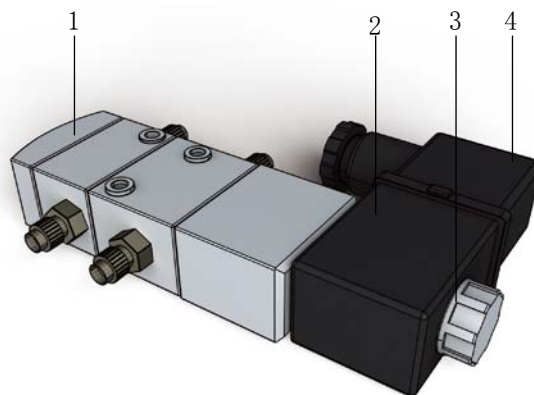

图 1.8-7 电磁阀
电磁阀一般由本体、线圈、端子组成(图 1.8-7)。
a) 将端子线拿掉(图 1.8-7)；
b) 螺母拧下(图 1.8-7)，使本体与线圈和端子分离(图 1.8-8)；